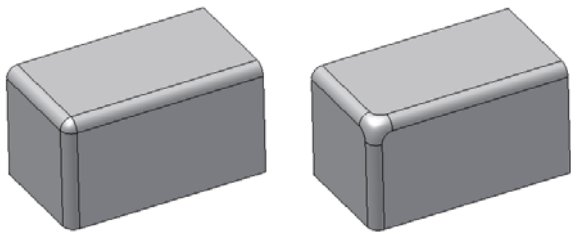

图 3-30 圆角的拐角样式
- 【在可能的位置使用球面连接】选项, 设置圆角的拐角样式, 选中该复选框可创建一个圆角, 它就象一个球沿着边和拐角滚动的轨迹一样, 清除该复选框, 在锐利拐角的圆角之间创建连续相切的过渡, 如图 3-30 所示。